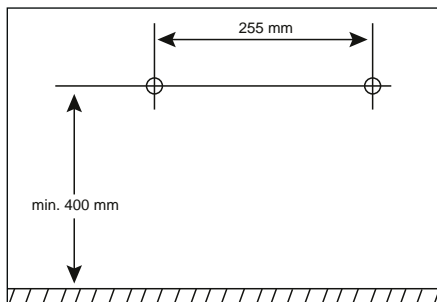

Fig. 3
- ❶ **Bemærk:** (1) Undersøg altid før montering, hvilken type dyvler, der passer til monteringsstedet. Vi anbefaler dyvler med en diameter på 6 mm. Spørg eventuelt en fagmand til råds. (2) Sørg for, at der er en egnet stikkontakt i tilslutningsledningens tilslutningsradius ved valg af monteringsstedet. (3) Støtten **❶** må ikke være sat på ved vægmontering.
- ◆ Markér to borehuller i en minimumhøjde på 400 mm og med en afstand på 255 mm (se fig. 3).